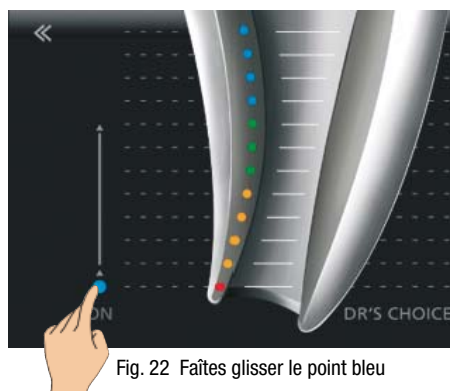

Fig. 22 Faites glisser le point bleu
- Appuyez sur le point bleu et faites-le glisser jusqu'à la position souhaitée. (Fig. 22).